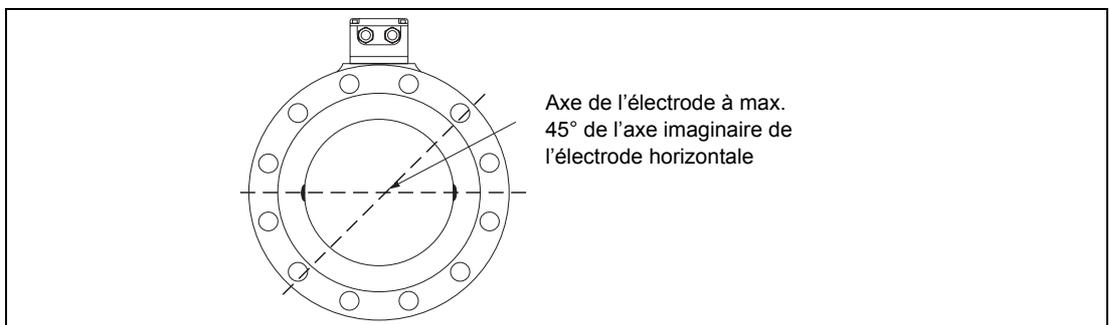

Fig. 5:
- L'axe de l'électrode doit être horizontal si possible ou à 45° par rapport à la position horizontale (Fig. 5).